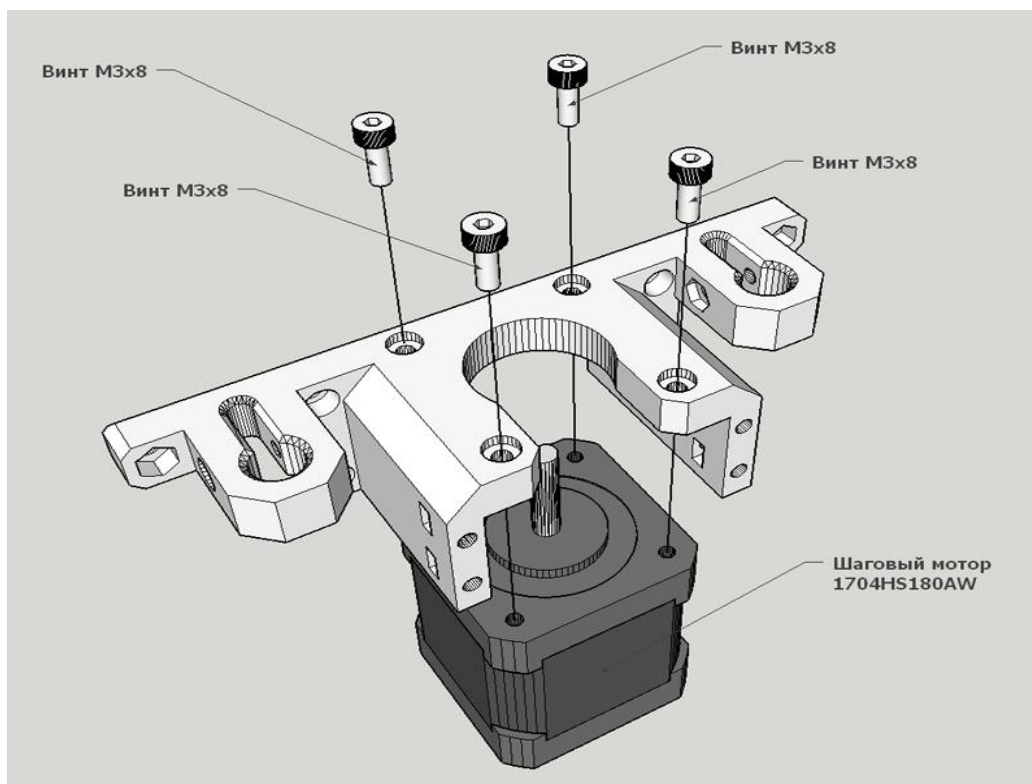

Рисунок 2.1 Ось Z. Установка двигателя оси Z
2.1 Возьмите деталь Z1 и второй двигатель 1704HS180AW (большого размера). Зафиксируйте деталь на двигателе четырьмя винтами М3х8, как показано на рис. 2.1